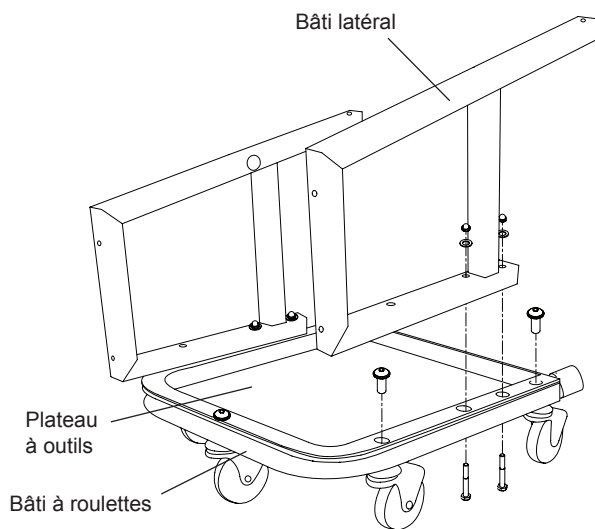

Figure 1 : Assemblage du plateau à outils et des roulettes
1. Assemblez le plateau à outils et les cinq roulettes sur le bâti à roulettes à l'aide de vis de serrage cylindrique à tête à six pans creux. Fixez ensuite les deux bâtis latéraux du galet sur le bâti à roulettes avec deux corps de boulon à tête hexagonale M8 x 60, deux rondelles et deux écrous borgnes (figure 1).